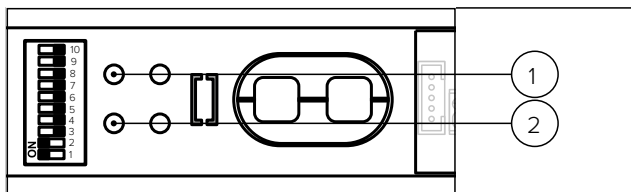

Рис. 59 Запустите обучающий цикл
- ▶ Светодиод мигает зеленым (Рис. 59/1).
3. Нажмите и удерживайте кромку сброса на приводе более 3 секунд (Рис. 59/2).